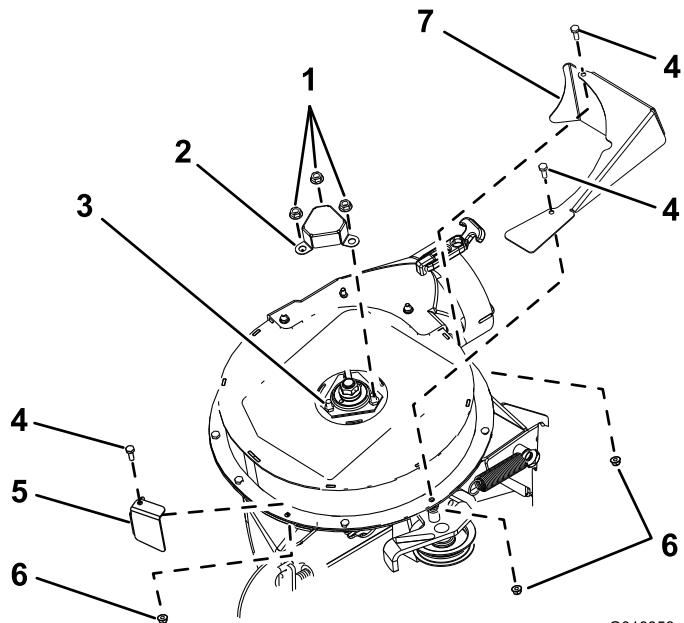

Figura 8
1. Alinee el protector del eje con los 3 pernos y las 3 tuercas que sujetan el alojamiento del cojinete superior (Figura 8).
2. Sujete el protector del eje al soplador con las 3 tuercas dentadas que retiró en el paso 1 de Retirada de la cubierta del eje y las fijaciones (página 4); consulte (Figura 8).
- Ajuste el protector delantero con la carcasa superior del soplador (Figura 8).
- Sujete el protector delantero a la carcasa superior del soplador con un perno de cabeza hexagonal (1/4 x 3/4 pulgada) y una contratuerca (1/4 pulgada) que retiró en el paso 3 de Retirada de la cubierta del eje y las fijaciones (página 4); consulte Figura 8.
- Alinee el protector del tensor con la carcasa superior del soplador (Figura 8).
- Sujete el protector del tensor a la carcasa superior del soplador con 2 pernos de cabeza hexagonal (1/4 x 3/4 pulgada) y 2 contratuerca (1/4 pulgada) que retiró en el paso 3 de Retirada de la cubierta del eje y las fijaciones (página 4); consulte Figura 8.